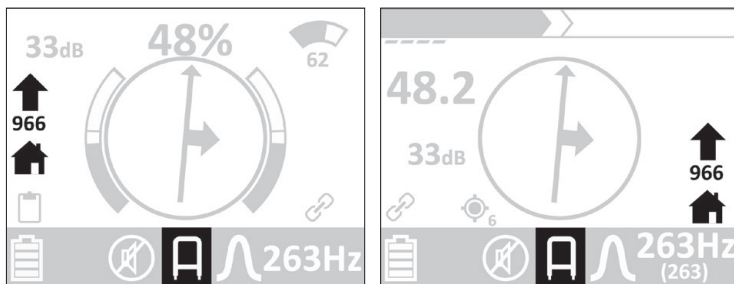
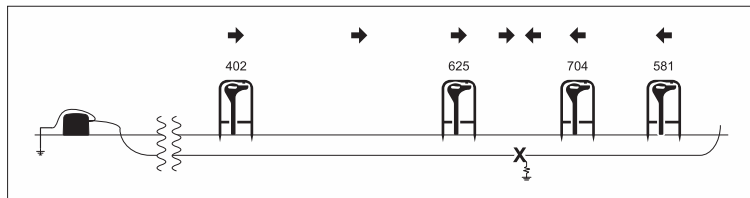

Fig. 32: Pantalla del receptor - Sonda de tensión de paso conectada
Fig. 34: Localización de errores de cables con la sonda de tensión de paso
Al aproximarse a un error de cable, la señal de error de cable (valor numérico) aumenta (fig. 32 y fig. 34).
La flecha de dirección cambia su sentido exactamente encima de un error de cable. A continuación, el error de cable se encuentra centrado debajo de la sonda de tensión de paso (fig. 34).
- Acérquese al error del cable avanzando o retrocediendo la sonda de tensión de paso (fig. 34).